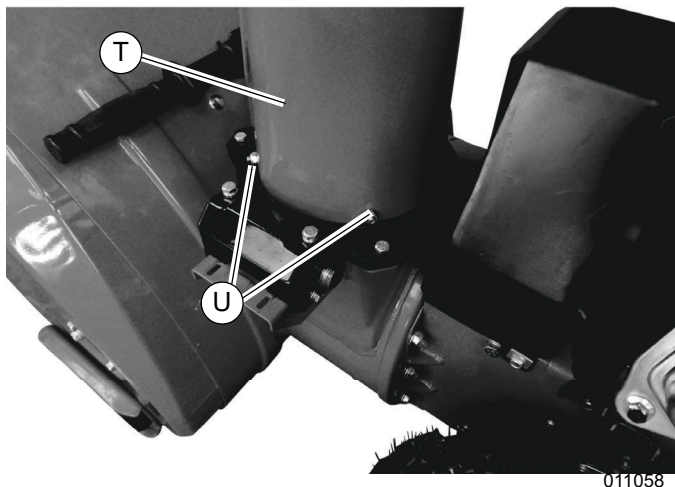

Figure 2-12. Emplacement des boulons de carrosserie
13. Voir **Figure 2-12**. Attacher la goulotte (T) à la plaque d'engrenage (U) avec trois boulons de carrosserie M8-1.25 x 16 mm et des écrous-freins à l'aide d'une clé de 13 mm.